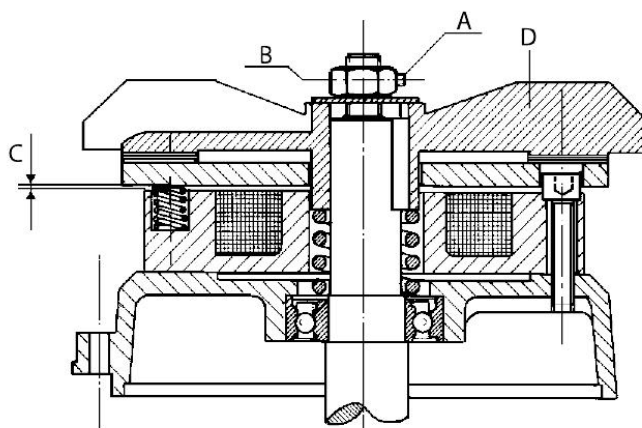

FIG. 6 — Reglaje del freno
- Regule el entrehierro aflojando el tornillo con cabeza hueca hexagonal «A» y actuando sobre la tuerca «B»: la medida «C» debe estar entre 0,4 y 0,6 mm. Durante el funcionamiento del motor, el ventilador «D» debe girar libre y sin rozar el disco. Controlada la eficiencia del freno, coloque la tapa y fíjela con sus tornillos (Fig. 6).